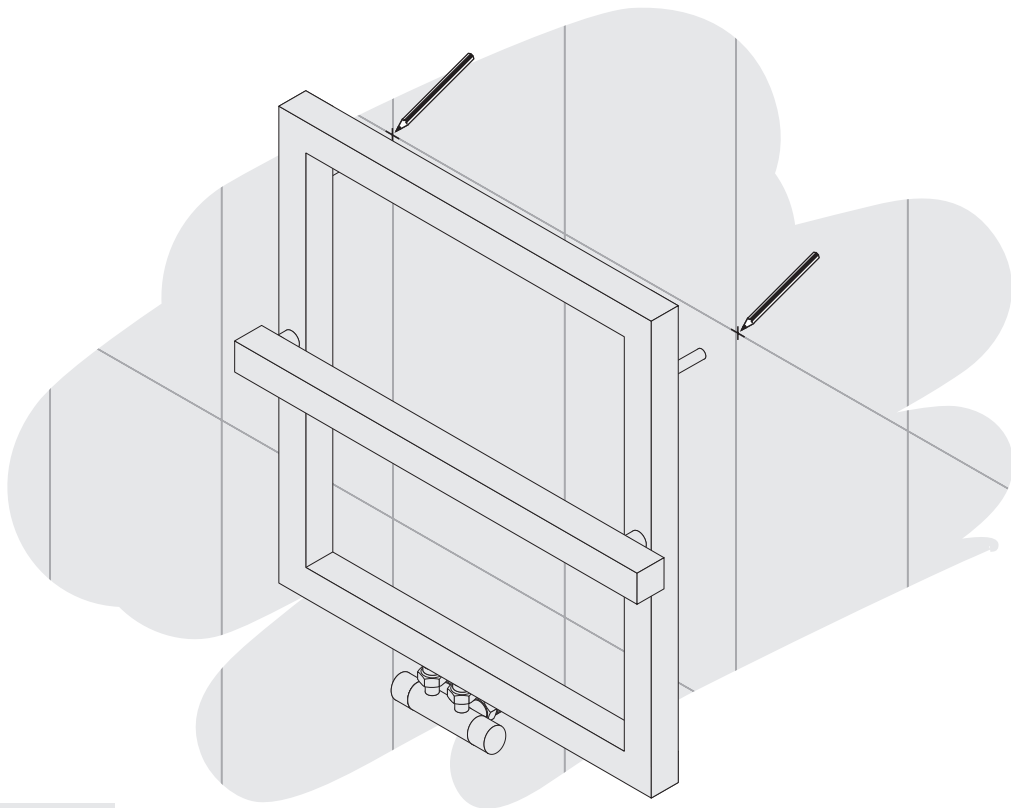

Рис.6
5.1.5. Произведите **примерочный** монтаж полотенцесушителя, накрутив на установленные эксцентрики (рис. 6).
5.1.6. Сделайте метки на стене (рис.6).